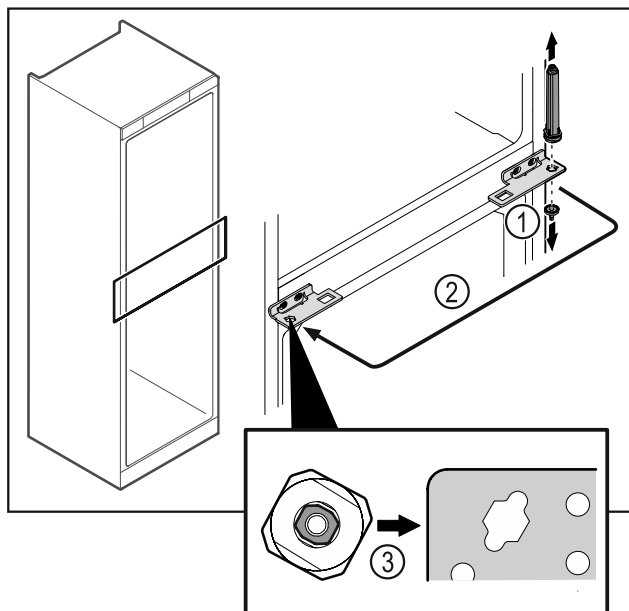

Fig. 49
- 拧下合页螺栓 Fig. 49 (1)。
- 调换关门系统 Fig. 49 (2)。
- 装入时，请留意关门系统 Fig. 49 (3) 是否正确对齐。